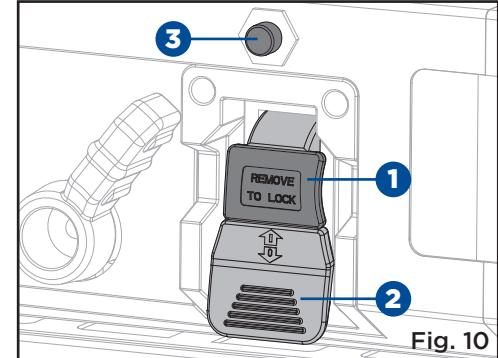

Fig. 10
**INTERRUPTEUR MARCHE/ARRÊT (Fig. 10)**
- Appuyez sur l'interrupteur (2) vers le bas. Retirez la clé d'interrupteur (1) de l'interrupteur, et rangez-la dans un endroit sûr et sécurisé.
**PROTECTEUR DE SURCHARGE/BOUTON DE RÉINITIALISATION (Fig. 10)**